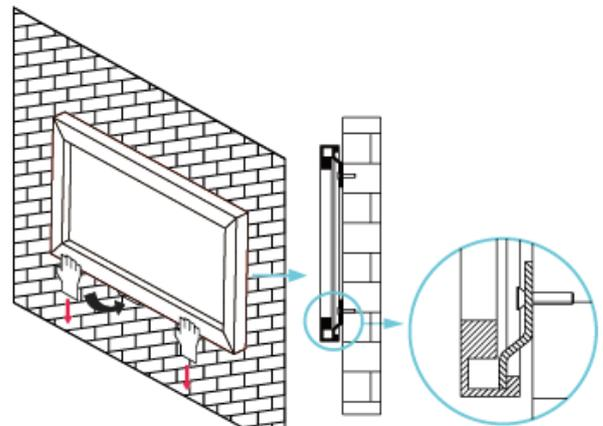

図 16
6. 図 16 に示すように、下側のフレームを両手で持ち、下側のブラケットにはめ込みます。